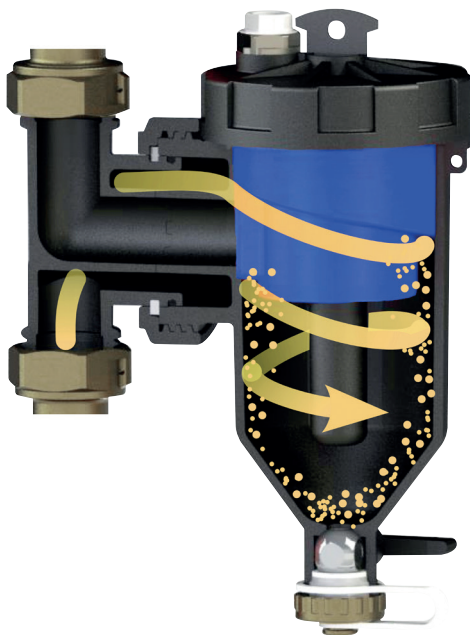

Fig. B1 : filtration cyclonique +
- **filtration cyclonique** : le courant fluide entre dans le Té orientable (2) qui le dirige vers la cloison extérieure du filtre cyclonique (7). Le courant est entraîné dans un mouvement tourbillonnaire : les particules d'impuretés commencent à se séparer sous l'effet de la force centrifuge (fig. B1) ;
- **décantation des impuretés dans le pot de décantation** : le courant fluide entre ensuite dans le pot de décantation (1), ralentit et les particules commencent à précipiter sur le fond sous l'effet de la gravité (fig. B1) ;